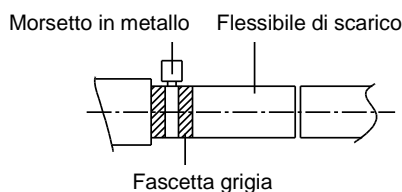

Fig. 22
4. Stringere il morsetto finché la testa della vite non è a meno di 4 mm dal morsetto (fig. 22)